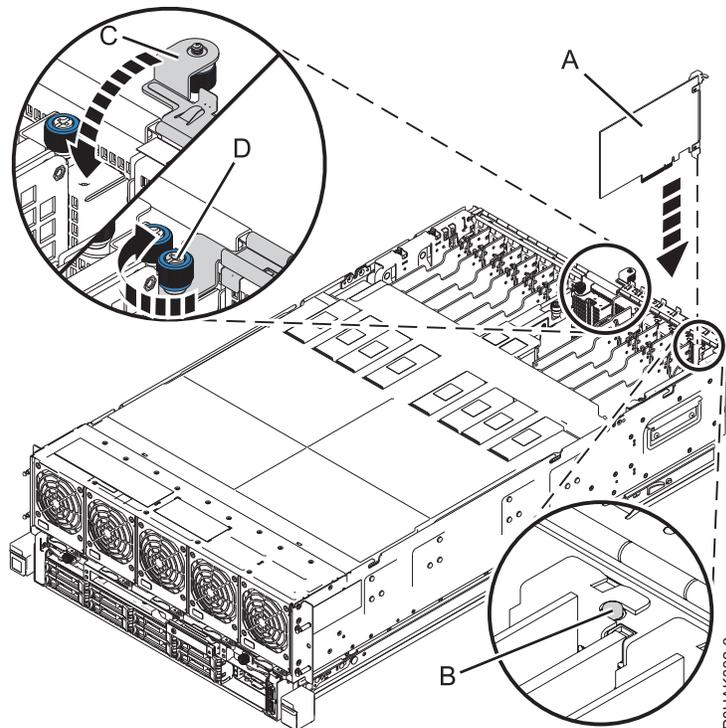

Abbildung 23. PCIe-Adapter im System vom Typ 8408-44E oder 8408-E8E installieren oder austauschen
7. Fassen Sie den Adapter vorsichtig an der Oberkante oder am Haltesteg an und richten Sie den Adapter an dem Steckplatz und dem zugehörigen Anschluss an der Systemrückwandplatine (**A**) aus, siehe Darstellung in Abb. 23 auf Seite 36.
9. Stellen Sie sicher, dass die Aussparung für die Adapterkassettenhalterung am Stift des Systemchassis einrastet. Siehe (**B**) in Abb. 23 auf Seite 36.
10. Schließen Sie die E/A-Halterung (**C**), indem Sie sie nach unten drehen, und drehen Sie anschließend die Rändelschraube (**D**) fest, bis sie sicher im Systemchassis sitzt. Siehe Abb. 23 auf Seite 36.